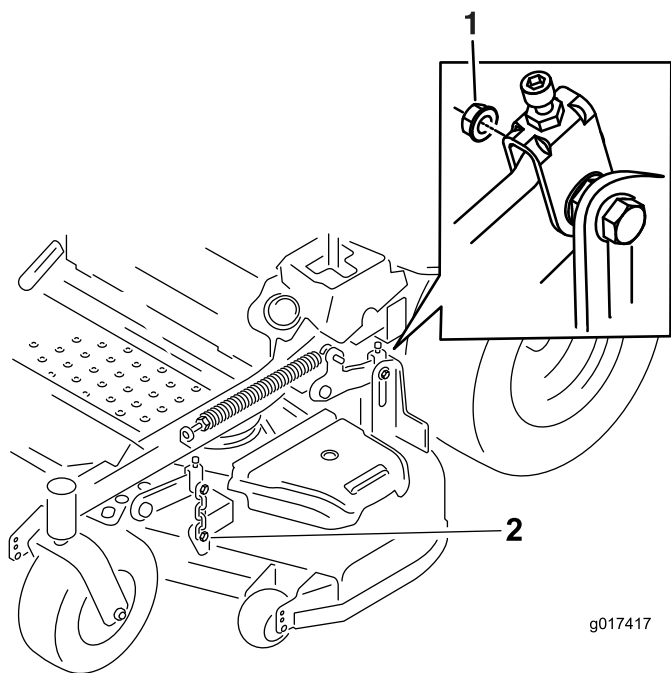

Figura 81
7. Rimuovete e conservate la bulloneria su ambo i lati del piatto di taglio come mostrato in (Figura 81).